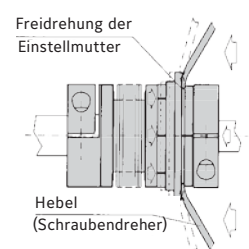

Bild 3b
Die ETH-Sicherheitskupplung kann an 6 Punkten innerhalb einer Umdrehung mit geringer Eindrückkraft E (Tabelle 2) wieder eingerastet werden. Die Markierungen der Einrastposition (13) auf der ETH-Sicherheitskupplung müssen übereinander stehen. Ab Serie 60 kann das Einrasten auch mit 2x Hebeln, die an einer Eindrehung der Einstellmutter abgestützt werden, erfolgen. Als Hebel können auch 2x Schraubendreher verwendet werden (Bild 3b).